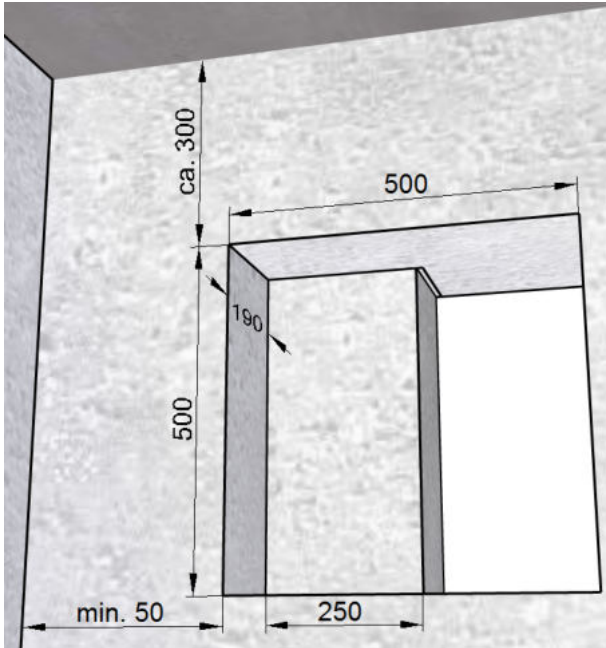

Abb. 6: Mauerdurchbruch für Montageset
- Mauerdurchbruch mit Nische (siehe Abb. 6) für Montageset **ohne** Füllstück M-WRG-M/Fü
- Mauerdurchbruch mit Nische (siehe Abb. 6 auf Seite 13) für Montageset **ohne** Füllstück M-WRG-M/Fü